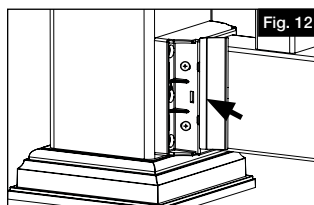

Fig. 12
- c. Match letter on inside of bracket cover to the letter on bracket, and snap cover in place (Fig. 12). Repeat for all brackets.
c. En veillant à ce que la lettre à l'intérieur du couvercle du support corresponde à celle sur le support, mettre le couvercle en place (Fig. 12). Faire de même pour tous les supports.